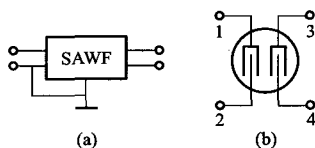

图 1-10 声表面滤波器电路图形符号
(1) 声表面波滤波器 (SAWF)。在昆仑 B3110 型电视机中 SAWF 使用图 1-10 (a) 所示的电路符号, 在其他电视机中也有使用图 1-10 (b) 所示的电路符号。